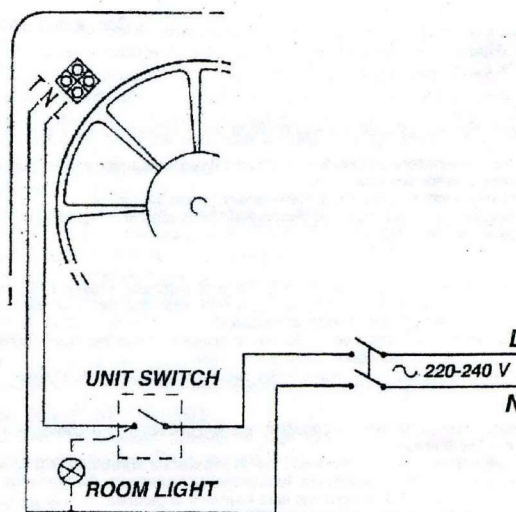

Fig. 5
- 4) Effettuate il collegamento elettrico al morsetto (fig. 5) e fate passare il cavo di collegamento nell'apposito fermacavo (Fig. 3E); il cavo deve uscire dalla parte bassa dell'apparecchio.
- 5) Make electrical connection (fig. 5) between the fan connector and the supply, ensuring that the cable passes through the cable clamp (Fig. 3E). The electricity supply cord must be at the bottom.
- 5) Udfør den elektriske forbindelse mellem ventilatorens el-tilslutninger og elforsyningen ifølge diagrammerne (fig. 5). Det skal sikres at ledningen aflastes (fig. 3E). Den elektriske tilslutning skal føres ud gennem ventilatorens bund.